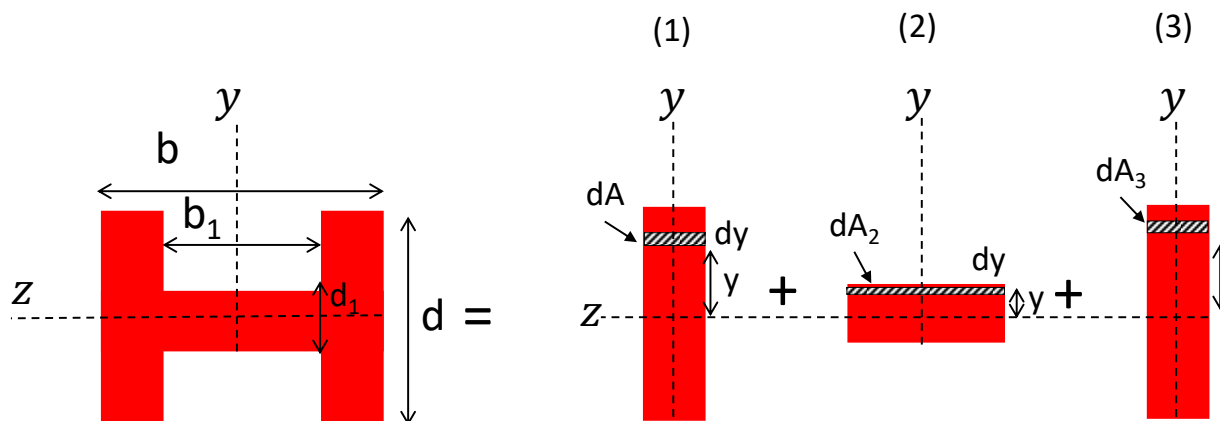

Figure 1.3 | Sections transversal des poutres
Pour la poutre de section transversale (B), la poutre est divisée en 3 composantes illustrés sur la **Figure 1.3** :